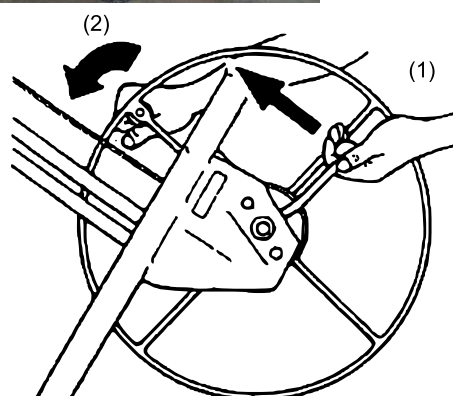

Figure 2
- a. Tenez la roue du treuil et le bras de frein tel qu'illustré dans la Fig. 2 (1). Faites tourner la roue du treuil soigneusement vers l'avant (2) pendant que vous levez le bras de frein pour faire dégager le frein.